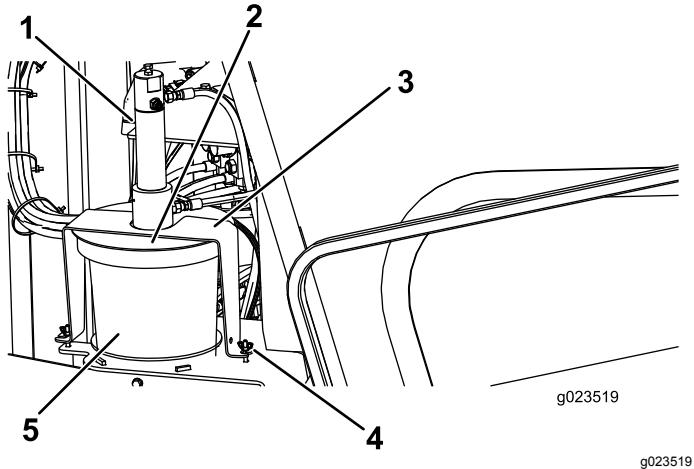

Figura 65
3. Solte as porcas-borboleta que fixam a abraçadeira da tampa à máquina (Figura 65).
4. Gire a tampa e puxe a abraçadeira, liberando-a dos parafusos retentores (Figura 65).
5. Levante o conjunto da tampa para longe do reservatório vazio de lubrificante de rosas (Figura 65).
7. Posicione o êmbolo no novo reservatório e encaixe o conjunto da tampa sobre o reservatório (Figura 65).
8. Posicione a abraçadeira sobre parafusos retentores e gire a tampa para encaixar a abraçadeira nos parafusos (Figura 65).